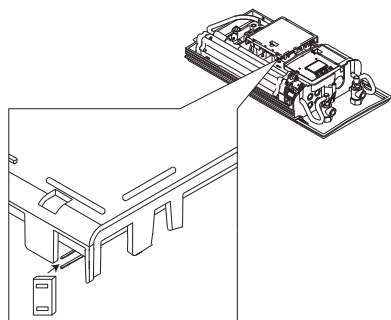

рис. 18
3. Вставьте перемычку на вилку электронного блока (рис.18)